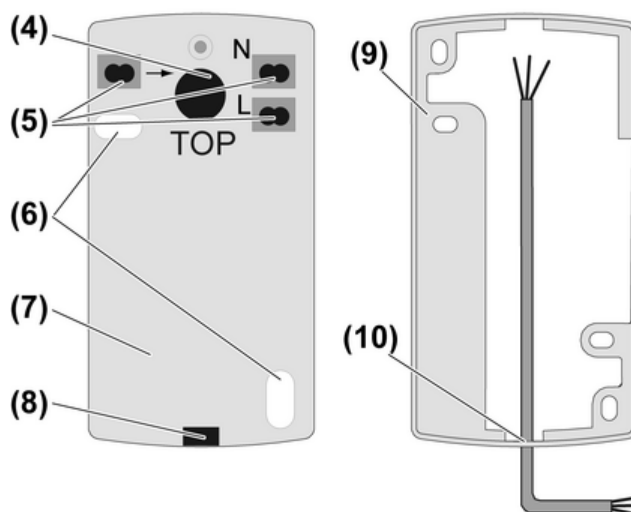

Bild 4: Gehäuserückwand und Montagerahmen
- Steckklemmen zur Fixierung in die Halterungen (5) des Gehäuseoberteils einstecken (Bild 4).